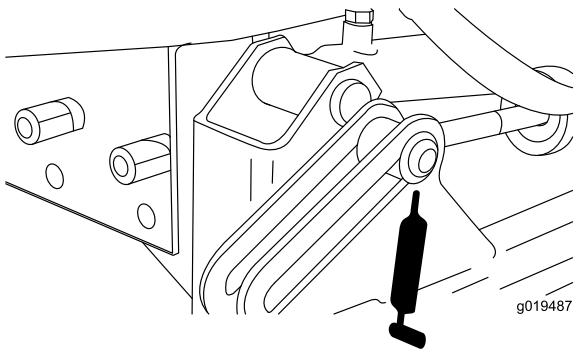
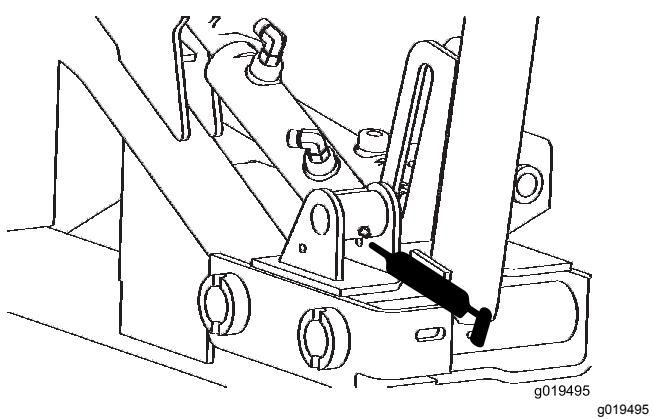

Bild 37
Bild 38
- Vordere Hubzylinder (3) (Bild 37 und Bild 38)